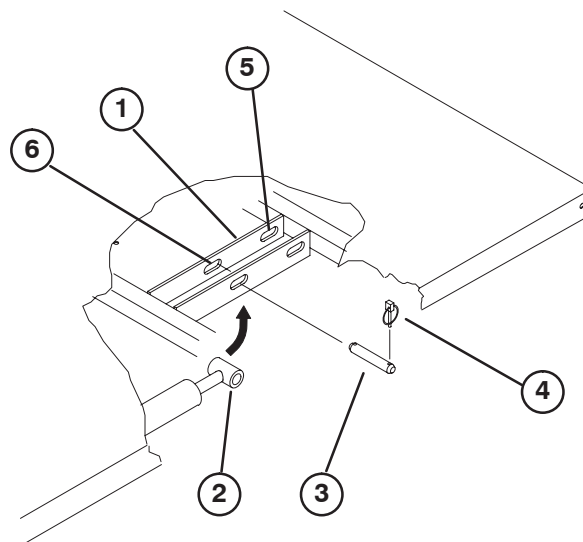

Figure 9
- Retirez les goupilles à anneau aux extrémités extérieures des axes des tiges de vérins (Fig. 9).